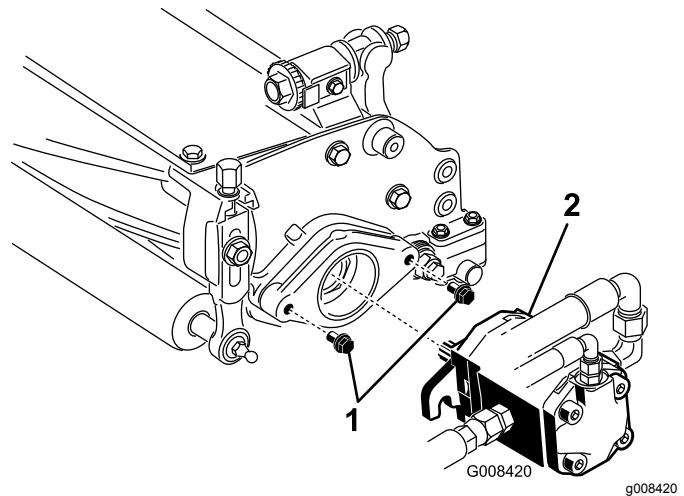

Figura 11
- Asegúrese de que quedan aproximadamente 13 mm de rosca a la vista en cada perno de montaje del motor del molinete (Figura 11).
- Recubra de grasa limpia el eje de cada motor e instale el motor girándolo en el sentido de las agujas del reloj de manera que las bridas del motor no choquen con los espárragos. Gire el motor en sentido antihorario hasta que las bridas rodeen los espárragos (Figura 11).
- Apriete los pernos de montaje (Figura 11).